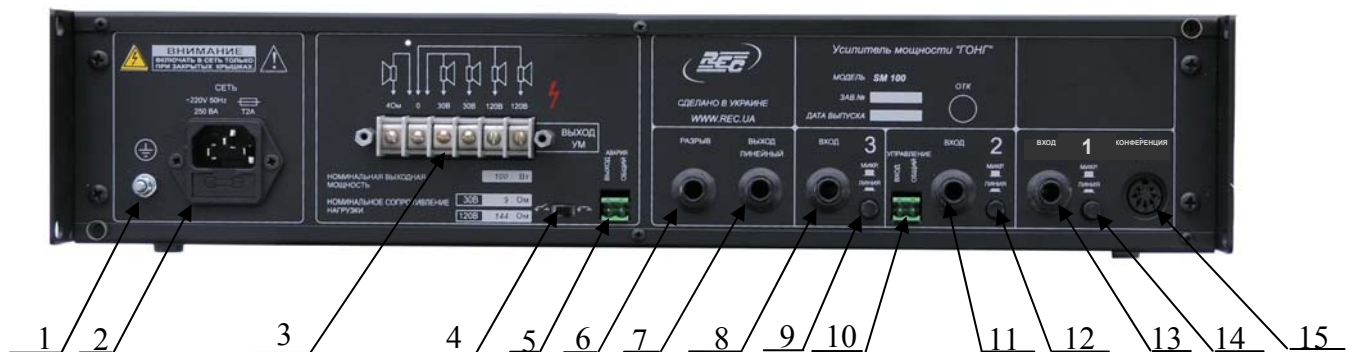

Рисунок 2
– при использовании УМ с пассивными источниками НЧ-сигнала (пультах конференцсистем, микрофоны и т. п.) переключатель  (поз.4, рисунок 2) устанавливать в замкнутое положение («схемный» общий провод подключен к корпусу УМ);
Клемма  (поз.1, рисунок 2) является дополнительной и может быть использована для дополнительного (страховочного) заземления.